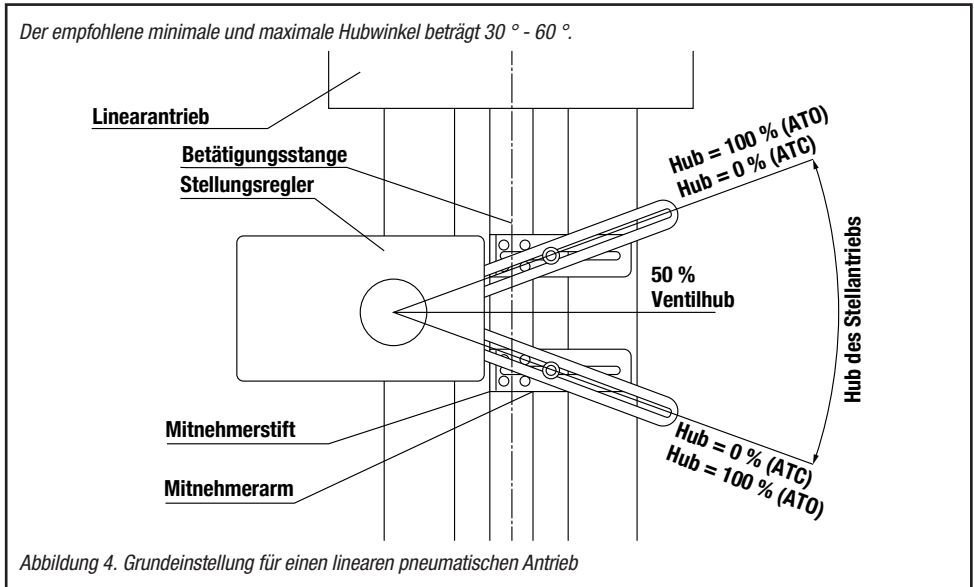

Abbildung 4. Grundeinstellung für einen linearen pneumatischen Antrieb
**Hinweis:** Ein leicht unsymmetrischer Einbau erhöht die Linearitätsabweichung, beeinträchtigt aber nicht die Leistung des Geräts. Je nach Größe und Hub des Stellantriebs kann es erforderlich sein, den Abzugsarm (Abbildung 4) um 180 ° zu drehen und ihn auf der gegenüberliegenden Seite der Spindelklemmhalterung zu befestigen.